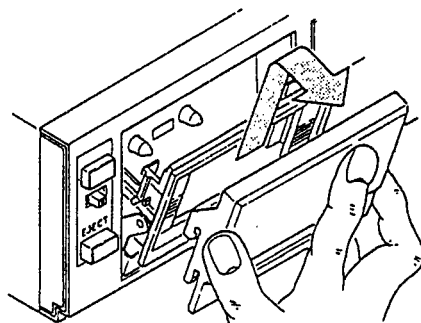

Abb. 26
2. Den Deckel des Cassettenfachs an beiden Seiten fassen und nach oben ziehen. Das Entnehmen erfolgt in Frontrichtung (Abb. 26).